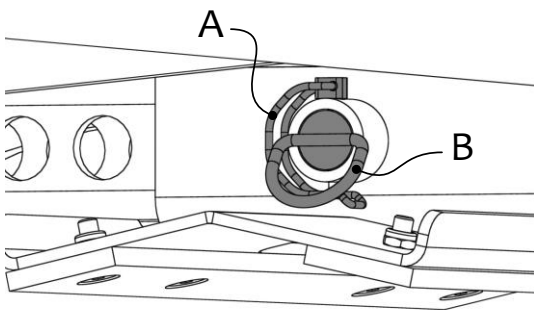
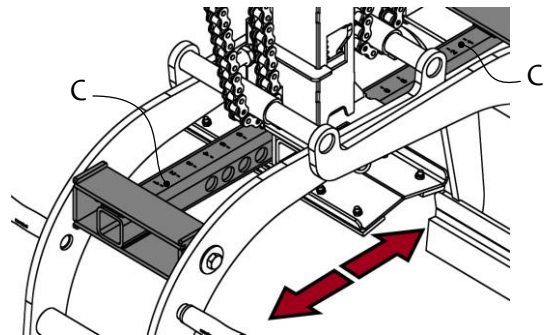

Fig. 2
Fig. 3
2. Retirer la goupille fendue (A) (voir Fig. 2) de la partie inférieure.
3. Retirer la broche de la douille (B).
4. Déplacer les parties latérales (C) (voir Fig. 3) des deux côtés jusqu'à ce que la plage de serrage du matériau à saisir (tube en béton) soit réglée. (Fig. 3)
5. Réinsérez la broche de la prise de courant (B).
6. Remontez la goupille fendue du tube (A).